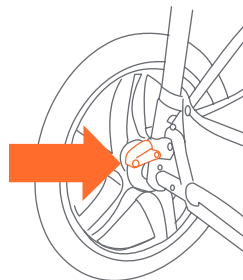

Fig. 11
- 11)** • Localize los 2 frenos traseros detrás del carrito a la derecha ya la izquierda del eje (Fig. 11).